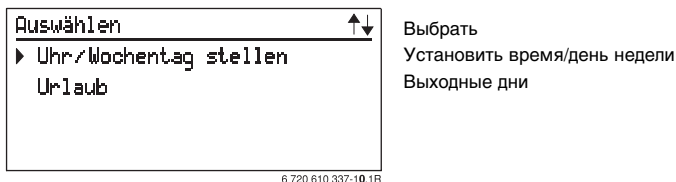

Рисунок 10. Подменю: Установить время/день недели
- ▶ Подтвердите выбор клавишей , курсор при этом переходит на вышестоящее меню (рисунок 10, стр. 18).